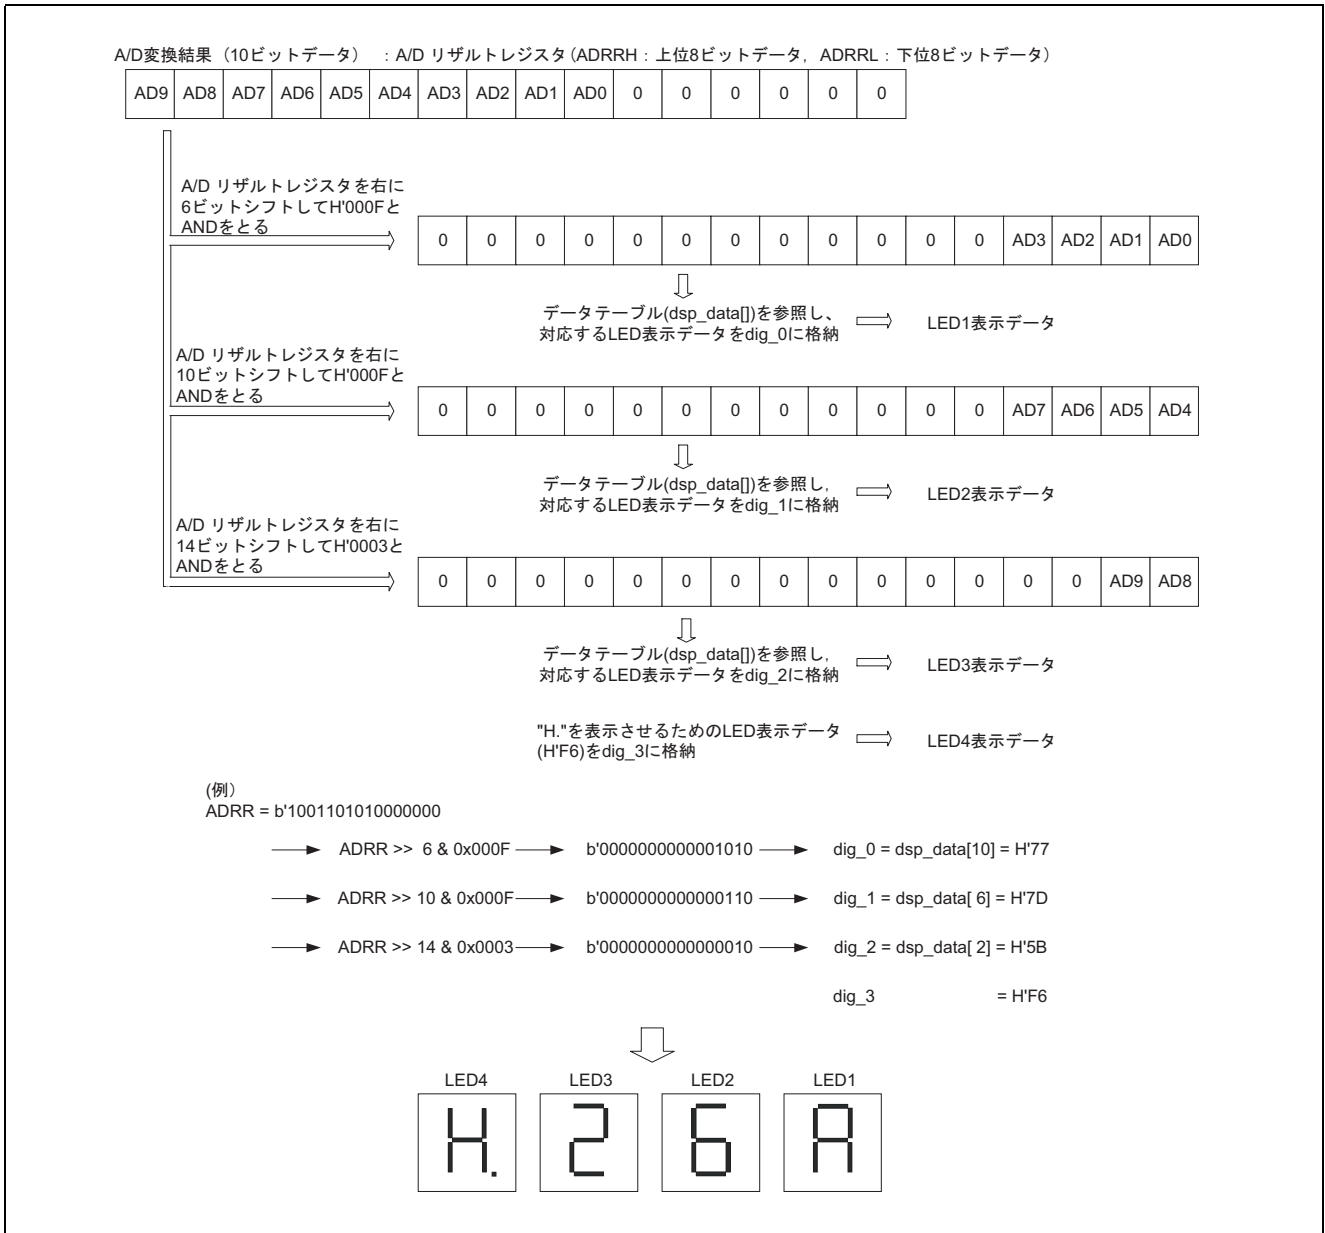

図 3 A/D 変換結果の LED 表示方法
(8) 本タスク例では、A/D 変換結果を 7 セグメント LED に 16 進数で表示(H'3FF~H'000)させます。図 3 に A/D 変換結果の LED 表示方法を示します。